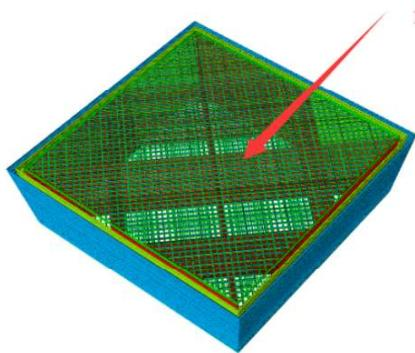
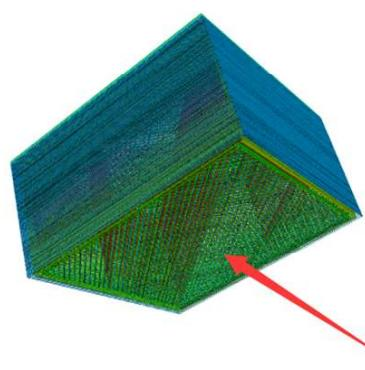

图5
图6
1. 表面速度（单位mm/s）：表面即模型的上下表面如图5、图6，这些表面的厚度由表面层厚度决定，表面速度为这些上下表面的打印速度（喷头一边挤出料丝一边移动时的移动速度）。速度越慢，模型打印质量越好。建议速度范围为：10-70mm/s。